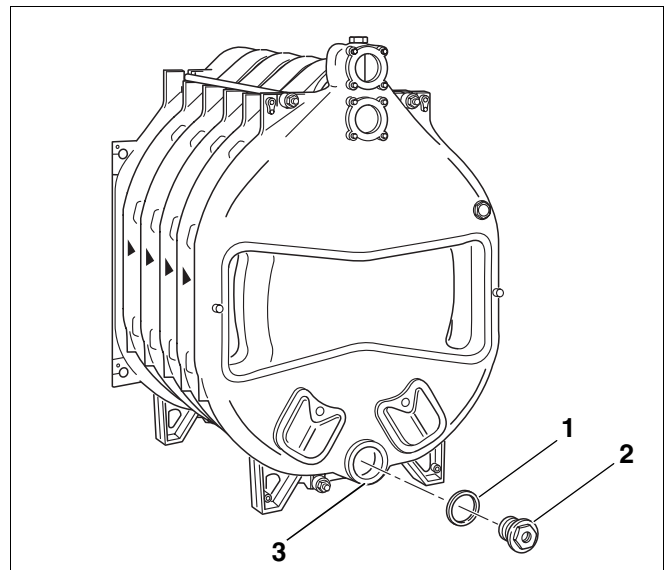

Fig. 21 Montasje – flens
- Steng det nedre kjelnavet forfra og bakfra (fig. 21, **pos. 3**) ved å legge en tilsvarende pakning (fig. 21, **pos. 1**) på kjelnavet og skru på en tilsvarende blindplugg.
- Pluggen med den $\frac{3}{4}$ " gjengeboringen for påfyllings- og tappestussen (fig. 21, **pos. 2**) skal monteres på baksiden av kjelen.